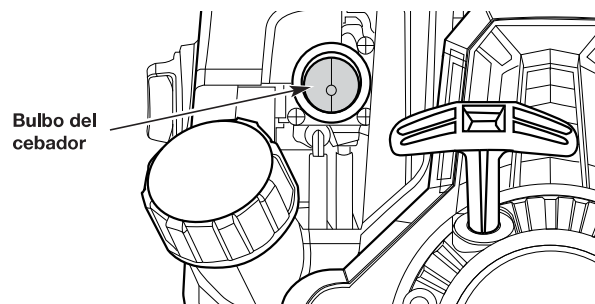

Fig. 9
3. Presione y suelte lentamente el bulbo del cebador 10 veces. (Fig.9).